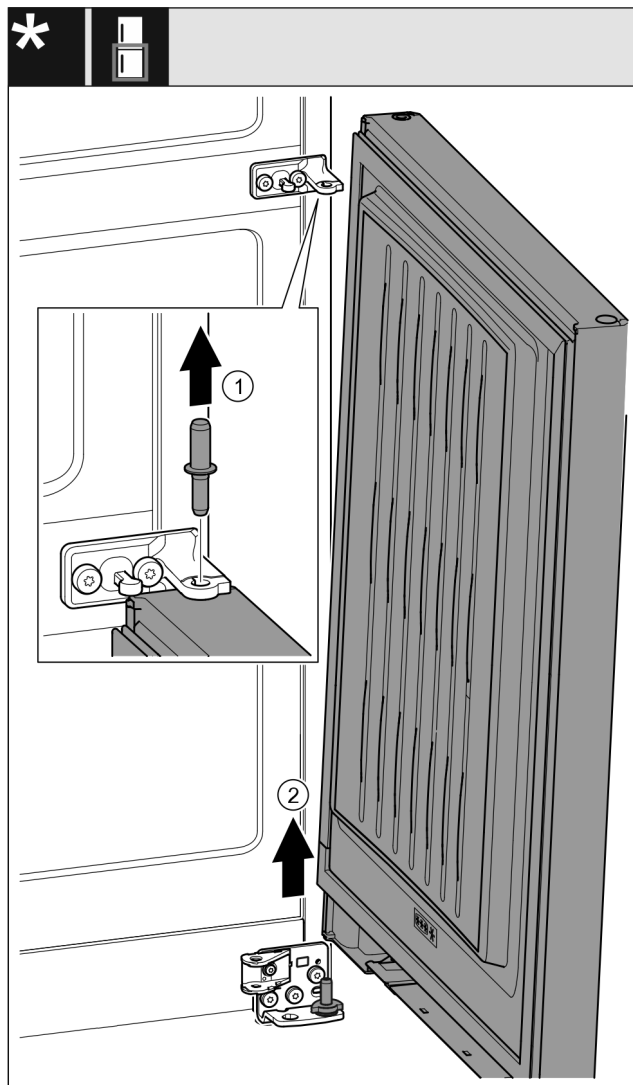

Fig. 21 *
- ▶ Bolzen nach oben herausziehen. Fig. 21 (1) *
- ▶ Tür herausschwenken, nach oben ziehen und beiseitestellen. Fig. 21 (2) *